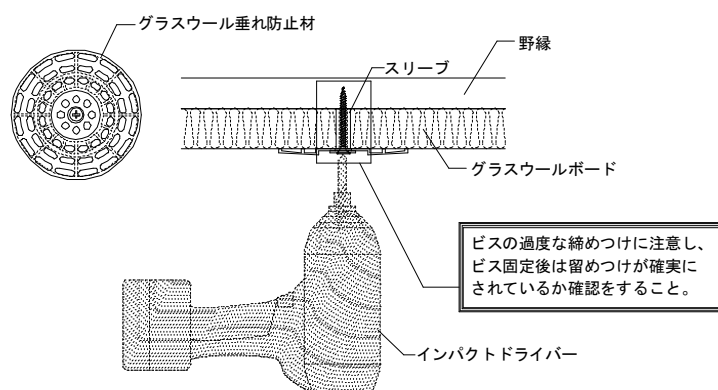

図 2-11-2 グラスウール垂れ防止材の設置注意事項
- ・グラスウール垂れ防止材固定時は、ビスの締め過ぎにより仕上げ面にシワがよらないように低速で締めつけ、野縁とのビス穴が広がらないように内部のスリーブが野縁に接触した後も過度な締めつけをしないこと。（図 2-11-2 参照）